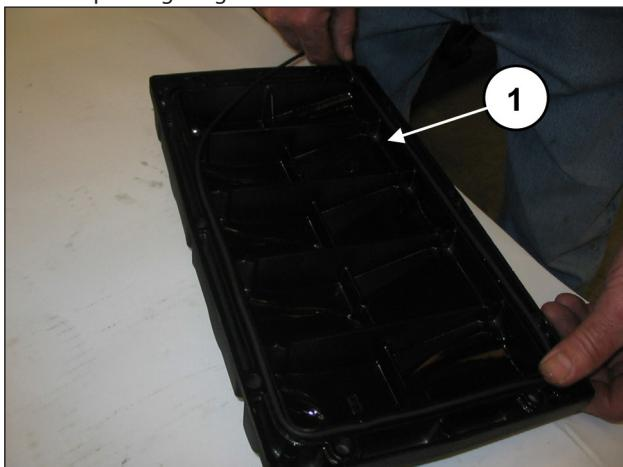
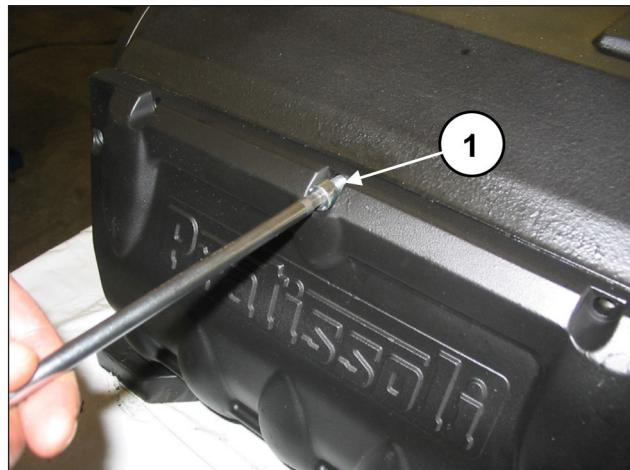

Abb. 74
Abb. 75
Setzen Sie den O-Ring in den hinteren Deckel ein (Pos. ①, Abb. 74) und befestigen Sie den Deckel am Gehäuse anhand von 10 Schrauben M8x18 (Pos. ①, Abb. 75).